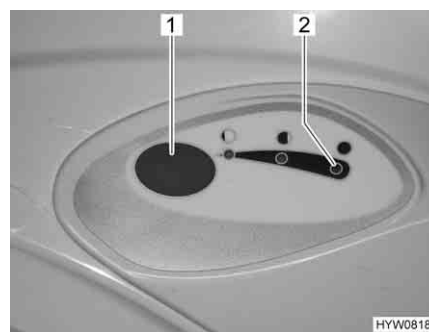

Fig. 204 Bouton pour la chasse d'eau/voyant de contrôle des toilettes Thetford
- Pour actionner la chasse d'eau, appuyer sur le bouton bleu (Fig. 204,1).
Le voyant de contrôle (Fig. 204,2) s'allume lorsque le réservoir pour matières fécales doit être vidé.